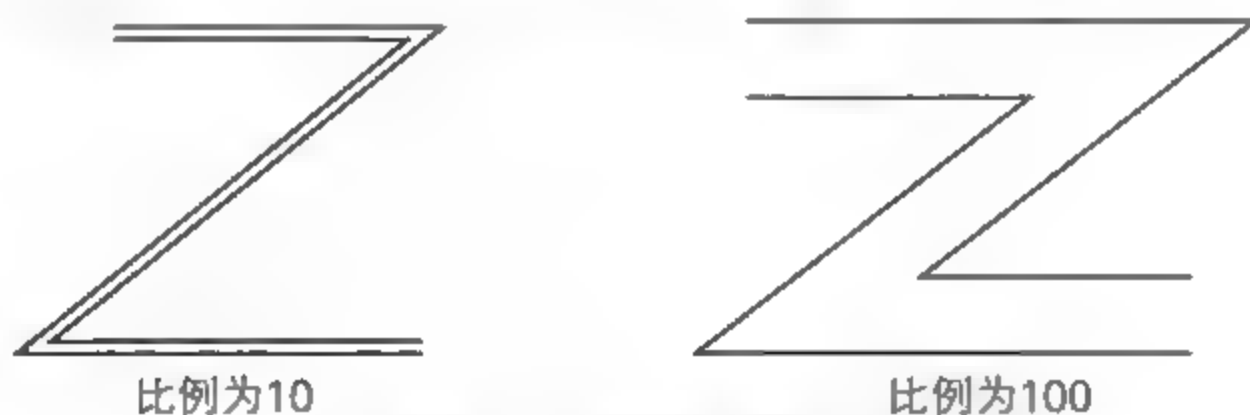

图3-30 不同的比例效果
- 比例(S): 设置多线的宽度比例。比例因子为10和100的对比效果如图3-30所示。比例因子为0时,将使多线变为单一的直线。